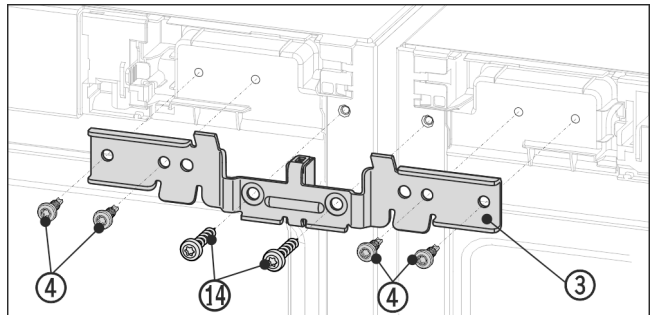

Fig. 13 Példaként szolgáló ábrázolás
- ▶ Tolja a rögzítővasat Fig. 13 (3) és a távtartót a készülékek közé és rá a csapra. Csavarozza fel lazán a rögzítővas jobb és bal oldalát a négy csavarral Fig. 13 (4) és a korábban kitekert földelőcsavarokkal Fig. 13 (14) felváltva.